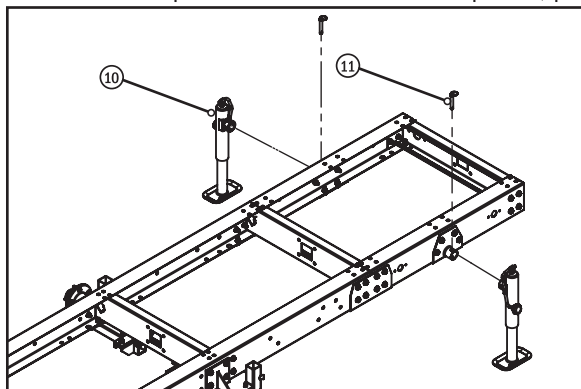

Fig. 11
Étape 17 : Installez les crics de mise à niveau. Soulevez une extrémité du châssis de la remorque et placez deux crics de mise à niveau (n° 10) qui sont réglés à leur position la plus basse sur les plaques de raccordement des crics de mise à niveau (n° 9) installées à l'étape 9, et utilisez la goupille de verrouillage des crics (n° 11) pour maintenir le vérin de mise à niveau en place (fig. 11). Posez le châssis de la remorque sur les crics, puis faites de même pour l'autre extrémité. Une fois les quatre crics installés, soulevez la remorque de quelques centimètres et installez les deux crics de mise à niveau de la partie centrale.